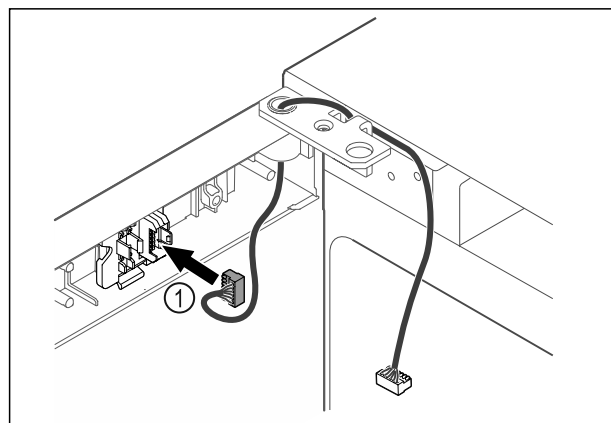

Fig. 44
- Τοποθετήστε το φινιρίσματα Fig. 44 (1) στο στήριγμα του φινιρίσματα.